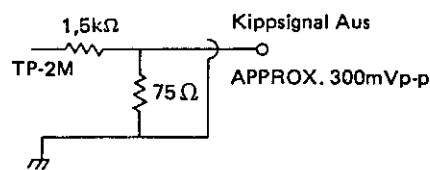

Abb. 3-7 Entkopplungsdämpfer
3. Von einem Video-Kippgenerator ein Ablenksignal durch das in Abb. 3-7 gezeigte Dämpfungsglied zu TP-2M auf der Schaltplatine Y/A führen.